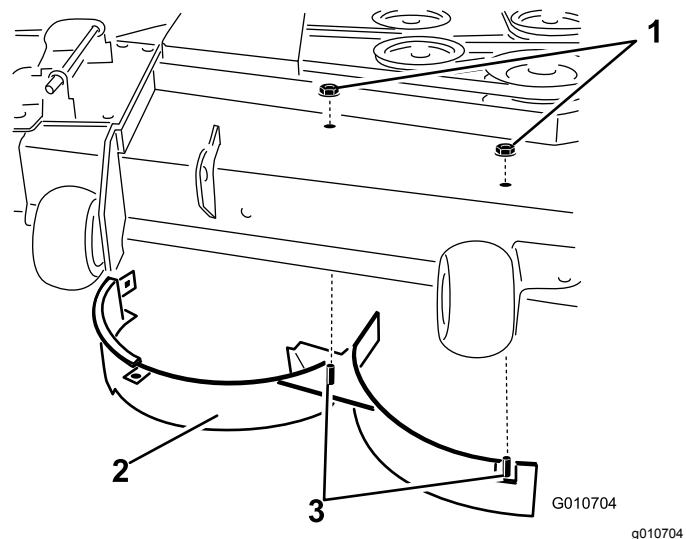

Bild 36
- Entfernen Sie die zwei Sicherungsmutter (5/16"), mit denen die geschweißten Streben des rechten Ablenklechs oben am Mähwerk in der Mitte und rechts von der Mittelstellung befestigt sind (Bild 36).
- Entfernen Sie die Schlossschraube und Sicherungsmutter, mit denen das rechte Ablenklech oben am Mähwerk befestigt ist, und nehmen Sie das rechte Ablenklech vom Mähwerk ab (Bild 36).